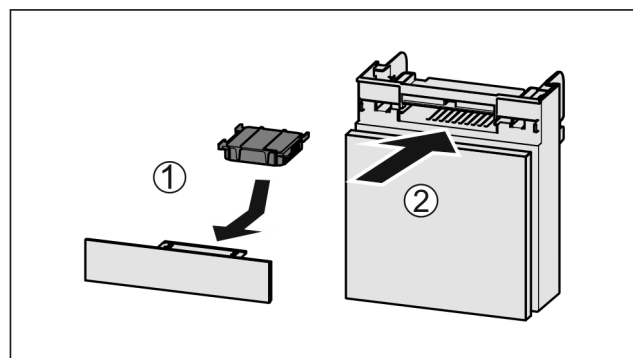

Fig. 139
- ▶ Umetnite filtarski s aktivnim ugljenom kao što je prikazano na slici Fig. 139 (1).
- ▶ Umetnite pretinac Fig. 139 (2).